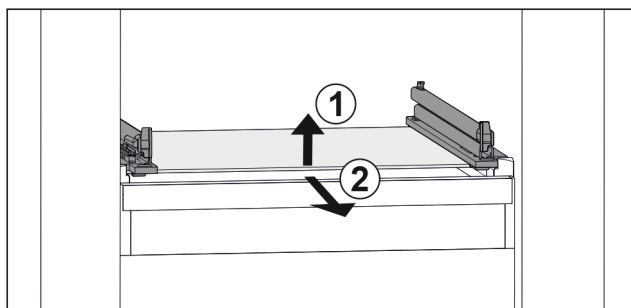

Fig. 72 Beispielhafte Darstellung der Glasplatte
- ▶ Glasplatte vorne anheben. Fig. 72 (1)
- ▶ Glasplatte nach vorne entnehmen. Fig. 72 (2)